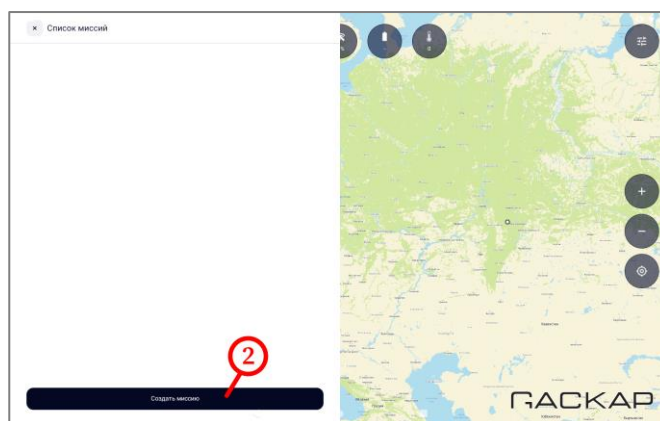

Рисунок 42
- в меню управления миссиями нажать на кнопку «Создать миссию» (рисунок 42, шаг 2);